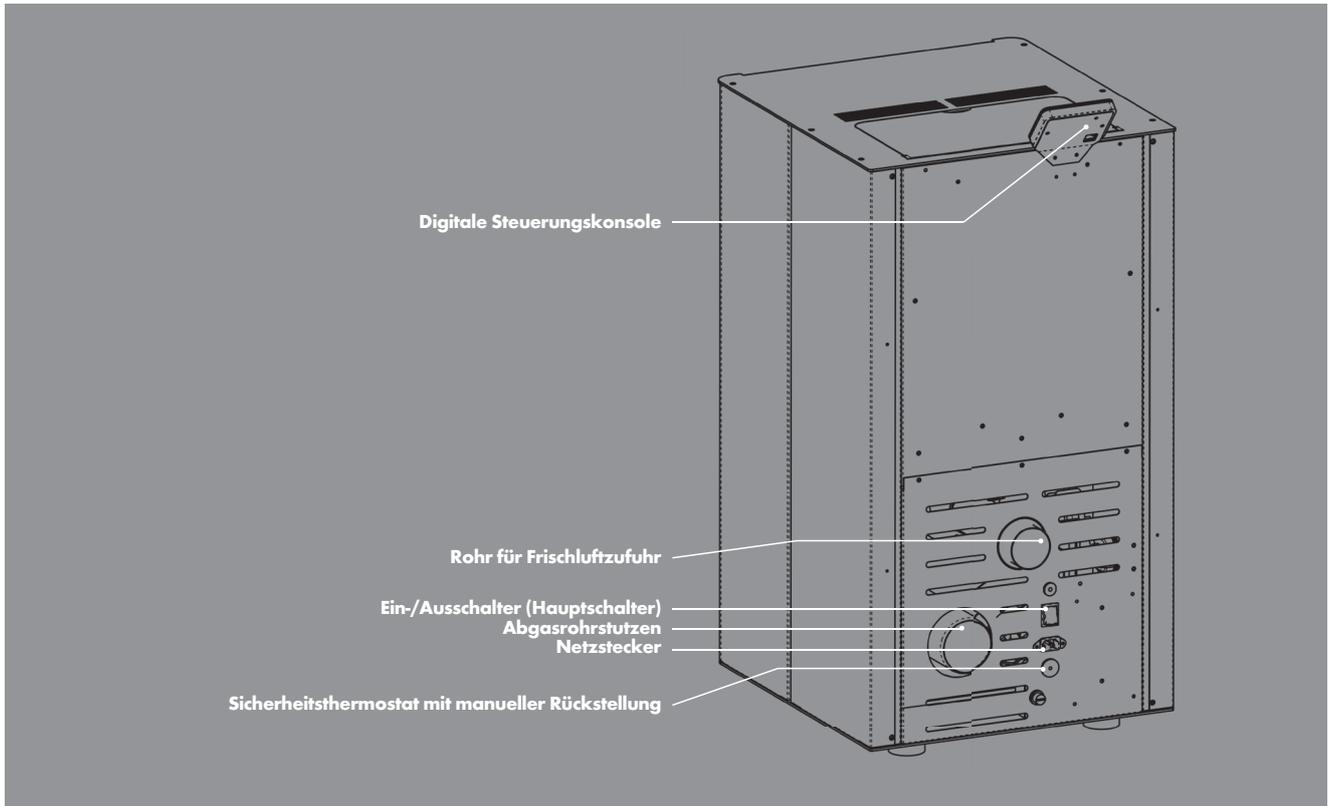

Abb. 1a: Geräteübersicht (Abbildung modellabhängig)
- ▶ Schalten Sie im Falle eines Schornsteinbrandes den Ofen sofort am Ein-/Aus-schalter (Hauptschalter, siehe Abb. 1a) ab und ziehen Sie den Netzstecker aus der Steckdose. Versuchen Sie auf keinen Fall den Brand selbst zu löschen. Schütten Sie niemals Wasser in einen brennenden Schornstein. Rufen Sie unverzüglich die Feuerwehr! Lassen Sie zur Identifizierung der Brandursache den Schornstein unbedingt von Ihrem Bezirksschornsteinfeger überprüfen, bevor Sie den Pellet-Heizofen wieder in Betrieb nehmen.
- ▶ Schalten Sie den Ofen sofort am Ein-/Aus-schalter (Hauptschalter, siehe Abb. 1a) ab, wenn aus irgendeinem Teil des Ofens oder des Abgasrohrs Rauch entweicht. Sorgen Sie für eine gute Raumbelüftung, indem Sie sämtliche Fenster öffnen. Lassen Sie den Ofen vollständig abkühlen, bevor Sie die Ursache der Rauchentwicklung ermitteln. Ziehen Sie, wenn nötig einen Fachmann hinzu. Starten Sie das Gerät nicht, bevor die Ursache der Rauchentwicklung geklärt und behoben wurde.
1. Schließen Sie einen dafür geeigneten hitzebeständigen Schlauch bzw. Luftkanal (\varnothing 60 mm, max. Länge 2,0 m) am Luftansaugrohrstutzen (siehe Abb. 1a) an der Geräterückseite an.
1. Vergewissern Sie sich, dass der Ein-/Ausschalter (Hauptschalter, siehe Abb. 1a) auf der Position 0 steht.
2. Schließen Sie das beiliegende Netzkabel zunächst am Gerät an. Die Anschlussbuchse für das Netzkabel befindet sich unterhalb des Hauptschalters auf der Geräterückseite (siehe Abb. 1a). Stecken Sie dann das Netzkabel in eine geerdete, durch einen FI-Schutzschalter abgesicherte Steckdose (230 V~50 Hz).
3. Bringen Sie nun den Ein-/Ausschalter (Hauptschalter, siehe Abb. 1a) auf Position I. Das Gerät ist nun betriebsbereit und das Display zeigt die folgenden Informationen: